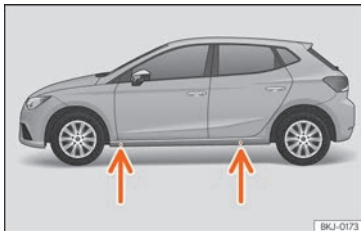

Abb. 38 Aufnahmeplätze für den Wagenheber.
- Suchen Sie am Längsträger die Markierung des Aufnahmepunktes für den Wagenheber (Eindrückung), die dem zu wechselnden Rad am nächsten liegt » » » **Abb. 38**.